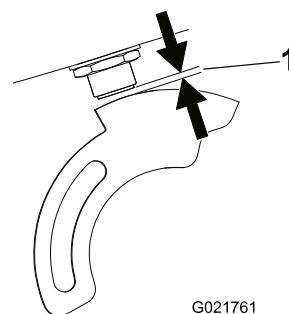

Figura 15
6. Usando las contratuerzas, ajuste el interruptor de proximidad hacia arriba o hacia abajo hasta que la distancia entre el émbolo del interruptor y la placa del sensor sea de 3,8 a 4,3 mm (Figura 15).